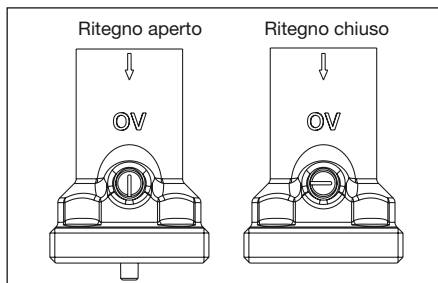

Fig. 7 Posizione freno di gravità “Regumat S”
1. Rimuovere la parte frontale della coibentazione (1)
2. Estrarre il blocco di fissaggio (2)
3. Rimuovere il gruppo (3) dalla parte posteriore della coibentazione (4)
4. Posizionare la parte posteriore della coibentazione (4) perpendicolarmente alla parete ed utilizzarla come dima per eseguire i fori (fig. 7)